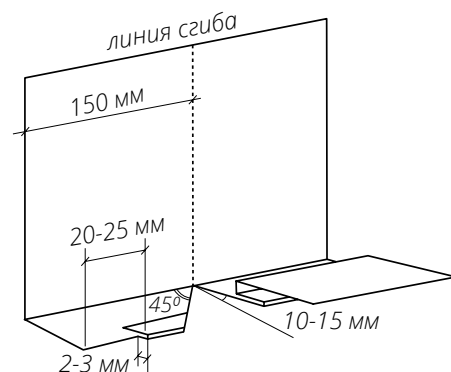

Рис. 10
■ Для подготовки J-фаски к повороту отметьте линию сгиба планки на повороте в 150 мм от края (рис. 10).